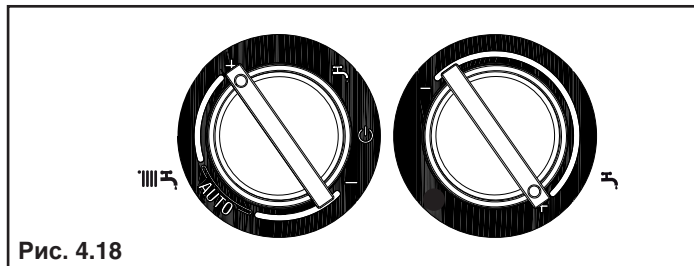

Рис. 4.18
- Переведите регулятор температуры воды в системе отопления на максимальное значение, напротив символа + (рис. 4.18)